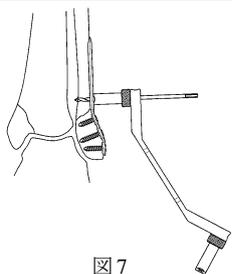

図7
- 7) 2.9 ドリルDCP ポジショナを用いて、2.9 ドリルにてドリル先端が反対側皮膚から2mm程突出するまでドリリングします。（図7）